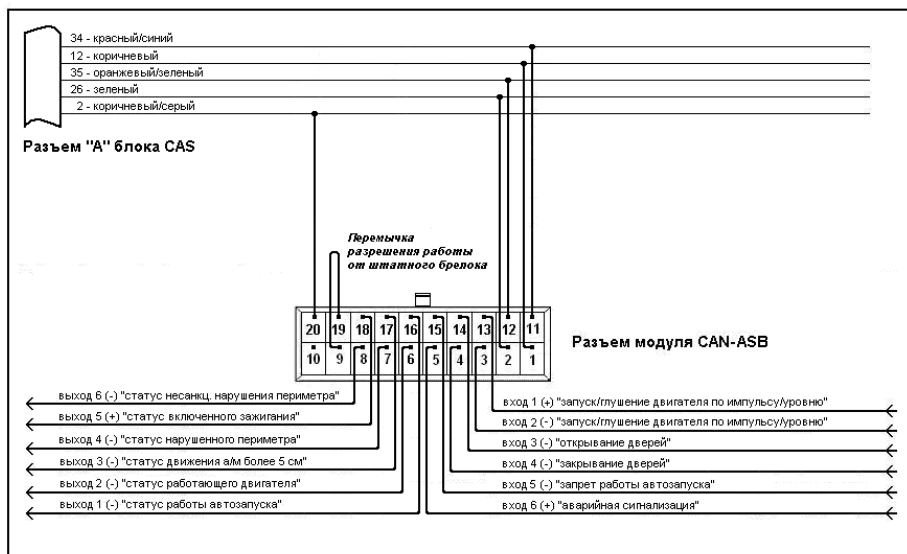
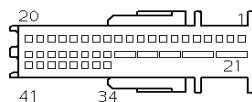

Рис. 1. Схема подключения модуля CAN-ASB
Рис. 2. Цоколевка разъема «А» блока CAS
4. Скоммутируйте провода 20-ти контактного разъема модуля с проводами разъема «А» и с устанавливаемым дополнительным оборудованием согласно схемы и таблицы подключения (Рис.1, Рис.2, Таб.1).